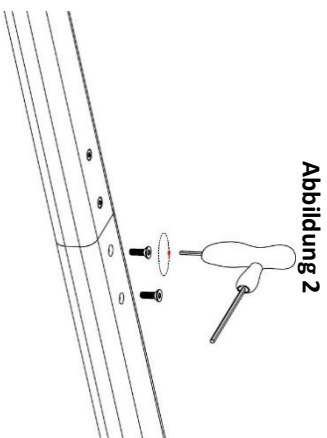

Abbildung 2
2. Verschrauben Sie die Profile mit den mitgelieferten Senkkopfschrauben (siehe Abb. 2).